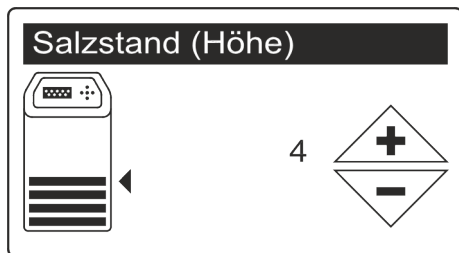

Abb. 19: Salzstand (Höhe) einstellen
2. ➔  oder  betätigen, bis der abgelesene Salzstand eingestellt ist (Abb. 19).